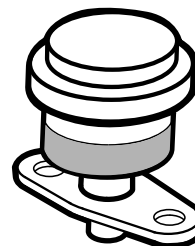

Figura 48
Faça manutenção ao filtro de ar principal apenas quando o indicador de manutenção (Figura 48) o exigir. Mudar o filtro de ar antes de ser necessário apenas aumenta a possibilidade de entrar sujidade no motor quando se retira o filtro.
1. Verifique o indicador de bloqueio do filtro. Se o indicador estiver vermelho, o filtro de ar tem de ser substituído (Figura 48).